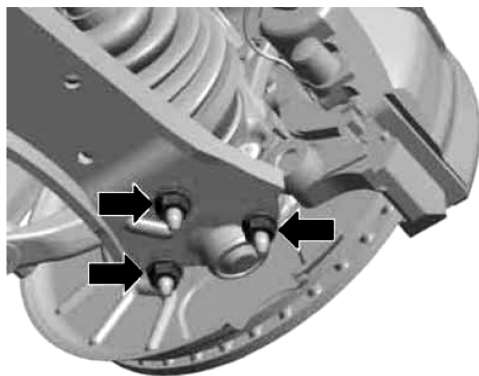

图 4-2-9 拆卸螺栓
- 19) 旋出螺母(箭头)脱开左右两侧摆臂上的主销球头。装配时，必须恢复到拆卸前的位置，如图 4-2-9 所示。